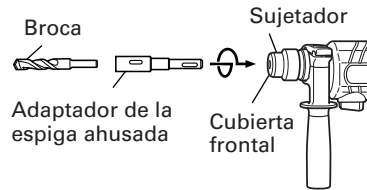
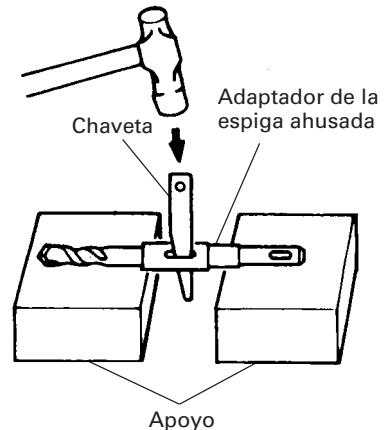

Fig. 13
Fig. 14
- (1) Montar el adaptador de la espiga ahusada en el martillo perforador. (Fig. 13)
- (2) Montar la broca (espiga ahusada) en el adaptador de la espiga ahusada. (Fig. 13)
- (3) Poner el interruptor en la posición de encendido (ON), y taladrar un agujero de la profundidad especificada.
- (4) Para quitar la broca (espiga ahusada), insertar la chaveta en la ranura del adaptador de la espiga ahusada y golpear la cabeza de la chaveta con un martillo. Usar apoyos como se muestra en la Fig. 14.